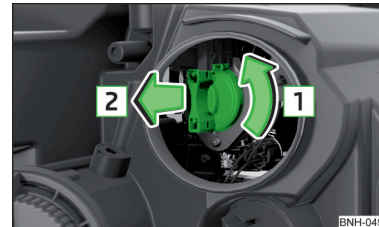

Fig. 263
- Rotiți dulia împreună cu becul incandescent în sensul săgeții **1** » fig. 263.